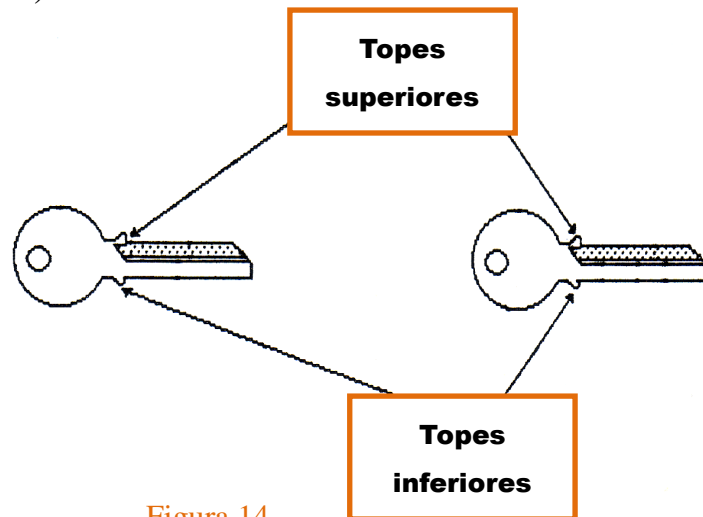

Figura 14
- 1) Prepare dos llaves en bruto idénticas. Para hacer el ajuste correctamente y de una forma más fácil, estas dos llaves en bruto deben disponer de doble tope (superior e inferior) (ver figura 14)